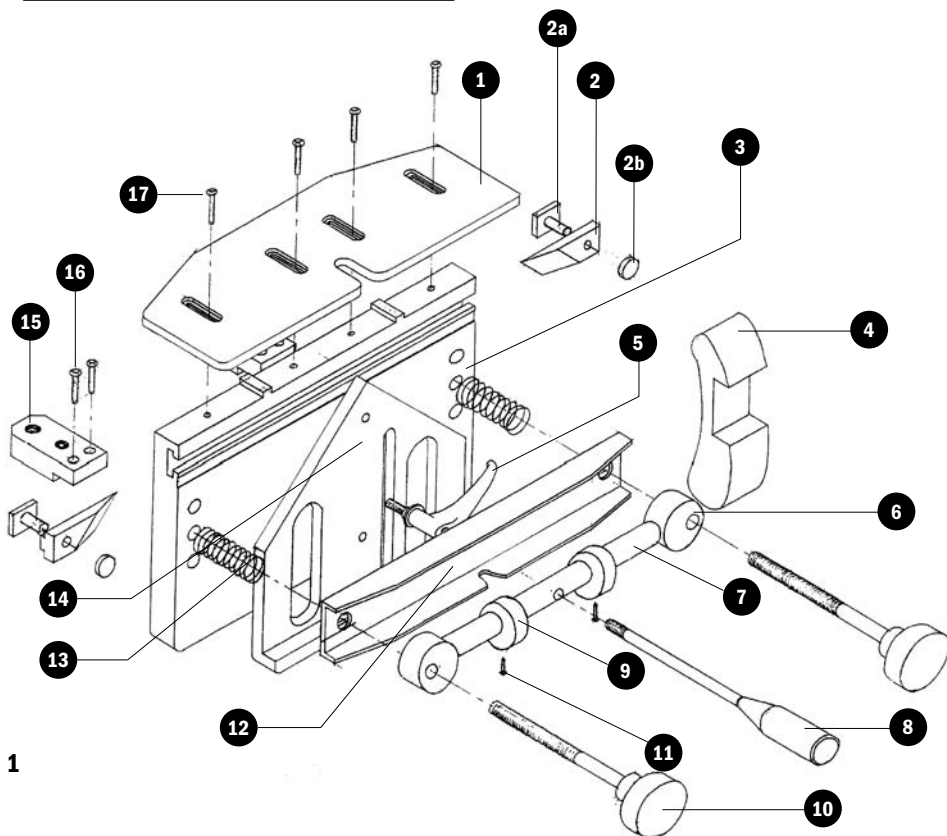

Fig. 1
Il sistema di giunzione **CMT-ENLOCK1** è stato progettato per essere avvitato al banco di lavoro mediante i fori ubicati sul piede di supporto (**Fig. 1, pos. 15**). Prima dell'uso, assicurarsi che l'unità sia stabile e fissata al suo posto in modo ben saldo.